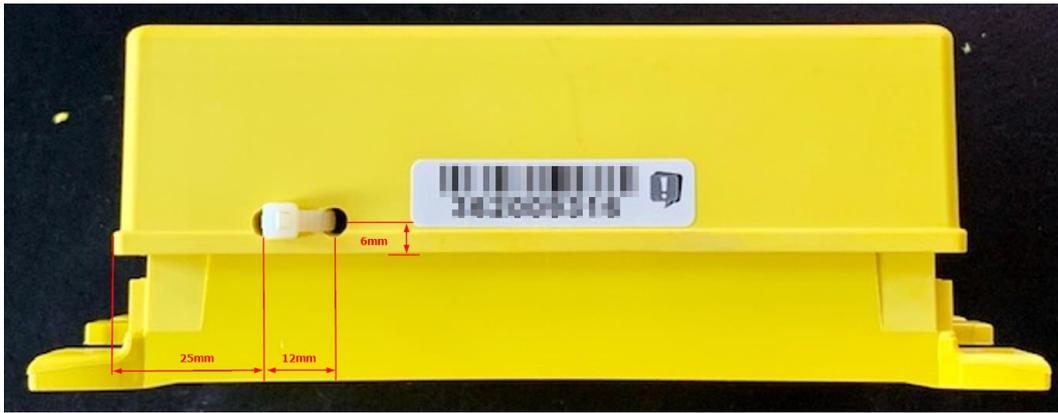

Abbildung 1: Absturzsicherung mit Kabelbinder
- Erstes Loch (linkes Loch gemäß Abbildung 1: Absturzsicherung mit Kabelbinder) 25mm vom linken Rand (am Falz gemessen) und 6mm von der Falzkante.
- Zweites Loch (rechtes Loch gemäß Abbildung 1: Absturzsicherung mit Kabelbinder) 37mm vom linken Rand (am Falz gemessen) und 6mm von der Falzkante.